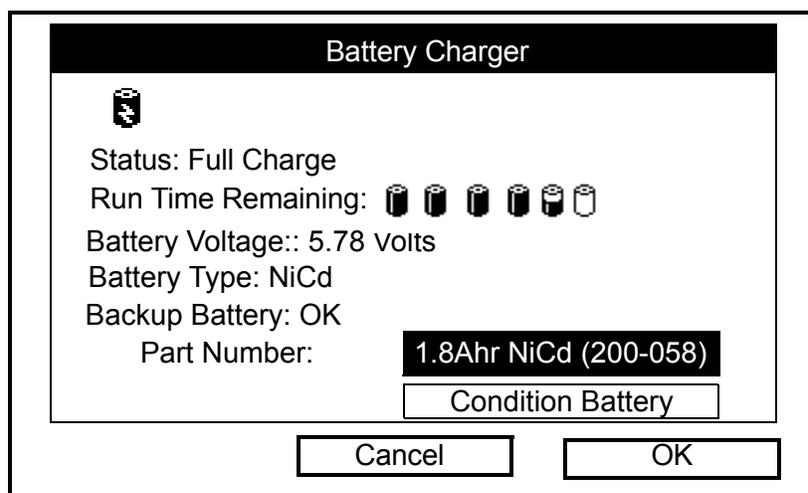

Рис. 3-13. Окно *Battery Charger* (Зарядное устройство)
2. С помощью прокрутки выберите пункт меню *Battery* (Батарея) и нажмите [ENTER] (ВВОД). Будет открыто окно *Battery Charger* (Зарядное устройство) (см. рисунок 3-13 ниже).